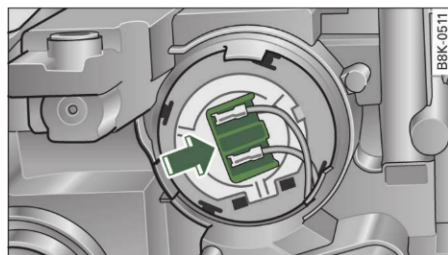

Fig. 262 Suportul
- Apăsați ștecăru în sensul indicat de săgeată ⇒ fig. 262.